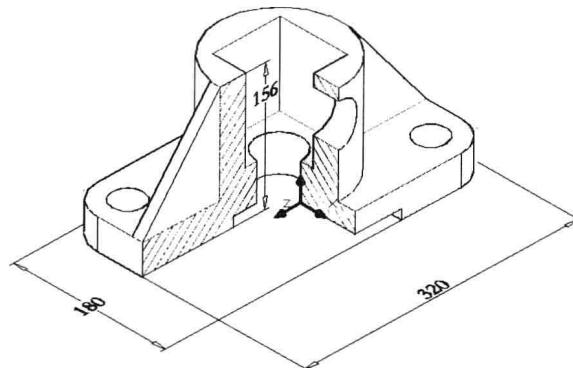

图 9-6-18
(30) 用同样的方法，使用“三点”按钮 创建另一剖面的新坐标，并填充图案，如图 9-6-18 所示。